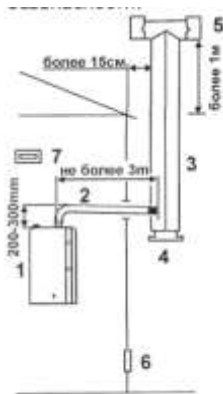

Рис. 26.2.
6. Дымоход приставной. (Рис. 26.2.)
6.2. Приставной дымоход показан на рис. 26.2.: